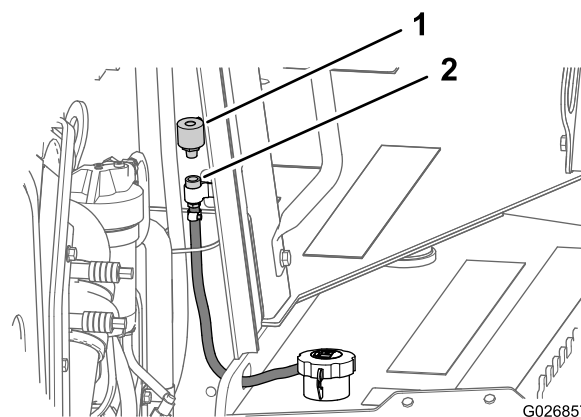

Figure 78
3. Insérez le nouveau reniflard dans le raccordement de tuyau et serrez-le à la main (Figure 78).
2. Sur l'avant du panneau du compartiment moteur, déposez le reniflard situé sur le raccordement de tuyau en le tournant dans le sens antihoraire (Figure 78).